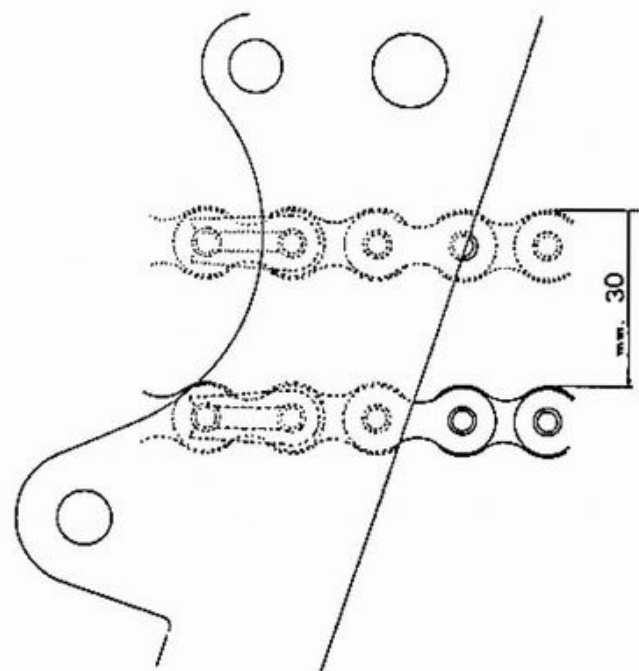

Fig. 18
**Per copricatena aperto (vedi fig. 18)**